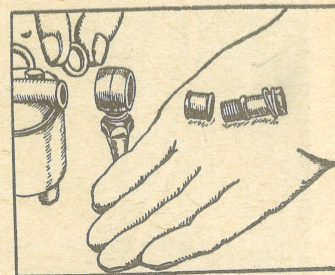

Fig. 18—Filtro à entrada do carburador. As anilhas devem ficar colocadas uma em cada lado da cabeça do tubo
39. Na ligação do tubo de gasolina ao carburador há geralmente um filtro que deve ser limpo (fig. 18).